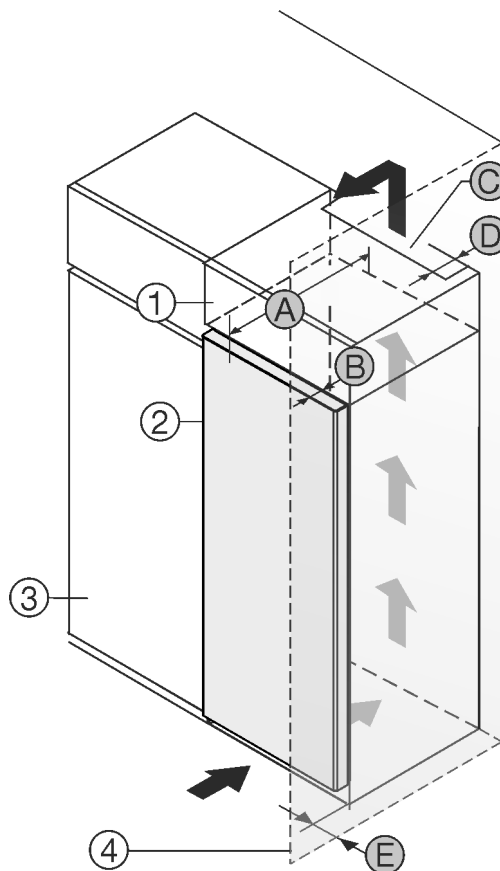

Fig. 1
Puteți amplasa aparatul direct lângă dulapul de bucătărie Fig. 1 (3).*
În partea din spate a dulapului suspendat trebuie să existe o fantă de aerisire cu grosimea Fig. 1 (D) pe toată lățimea dulapului suspendat.*
Sub tavanul încăperii trebuie să fie respectată secțiunea de ventilație Fig. 1 (C).*
Atunci când montați aparatul cu balamalele lângă un perete Fig. 1 (4), distanța dintre aparat și perete trebuie să fie de minim 13 mm *
Astfel încât să puteți deschide complet ușa, aparatul trebuie să fie proeminent cu cel puțin adâncimea ușii Fig. 1 (B) față de suprafața frontală a dulapului de bucătărie. În funcție de adâncimea dulapurilor de bucătărie Fig. 1 (3) și utilizarea distanțierelor de perete, aparatul poate ieși mai mult în afară.*